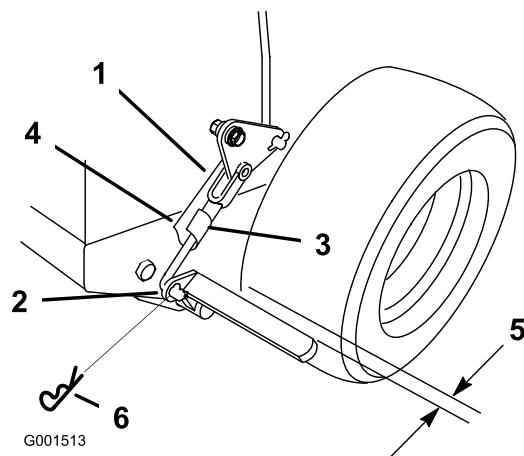

Figure 41
3. Enlevez la goupille fendue élastique de la biellette de frein inférieure (Figure 41).
stationnement ; tournez la biellette de frein dans le sens antihoraire hors de la chape pour desserrer le frein de stationnement (Figure 41).
Remarque: Lorsque le frein de stationnement est desserré, un espace d'environ 6 mm doit exister entre le pneu et la barre plate (Figure 41).
5. Fixez la biellette inférieure au levier de frein inférieur avec la goupille fendue et l'axe de chape (Figure 41).